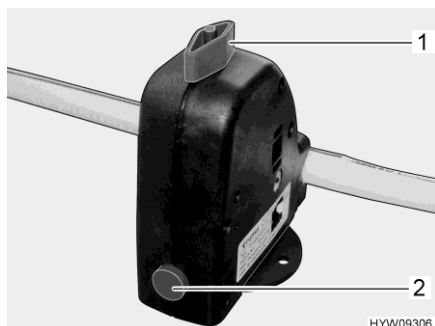

Fig. 155 Valve de sécurité et de vidange (chauffe-eau)
Le chauffe-eau est équipé d'une valve de sécurité et de vidange (Fig. 155). La valve de sécurité et de vidange empêche que l'eau ne gèle dans le chauffe-eau lorsque le chauffage n'est pas allumé en cas de gel.
- Fermer la valve de sécurité et de vidange. Tourner pour cela le bouton rotatif (Fig. 155,1) dans le sens transversal par rapport à la valve de sécurité et de vidange et enfoncer le bouton-poussoir (Fig. 155,2).
- Ouvrir la valve de sécurité et de vidange. Tourner le bouton rotatif (Fig. 155,1) dans le sens longitudinal par rapport à la valve de sécurité et de vidange. Le bouton-poussoir (Fig. 155,2) ressort. Le chauffe-eau est vidé à l'extérieur par le biais de la valve de sécurité et de vidange.